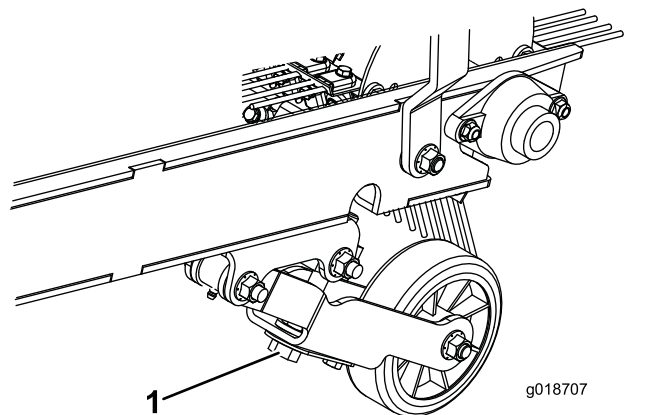

Bild 10
2. Drehen Sie die Tiefeneinstellschraube, bis der Rechen die Grasoberfläche leicht berührt. Wenn eine Kkehrbürste montiert ist, sollte sie die Oberfläche leicht berühren. Wenn die Kkehrbürste verwendet wird, sollte die Breite der Kontaktfläche ungefähr 25 mm über die ganze Länge der Kkehrbürste sein (Bild 10).